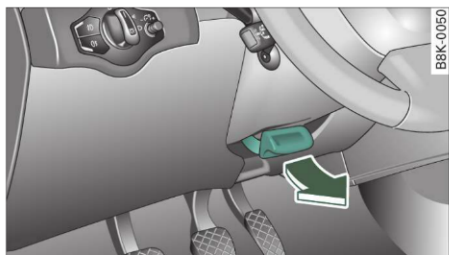

Fig. 93 Maneta de sub coloana volanului
- Apăsați maneta în sensul indicat de săgeată ⇒ fig. 93 ⇒ ⚠.